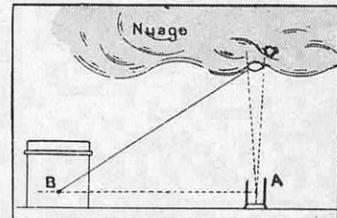

FIG. 2. — MESURE DU « PLAFOND » A L'AIDE D'UN PROJECTEUR VERTICAL
*Ce projecteur peut être commandé à distance. (Voir à la figure 2 le schéma de principe de la mesure du plafond.)*